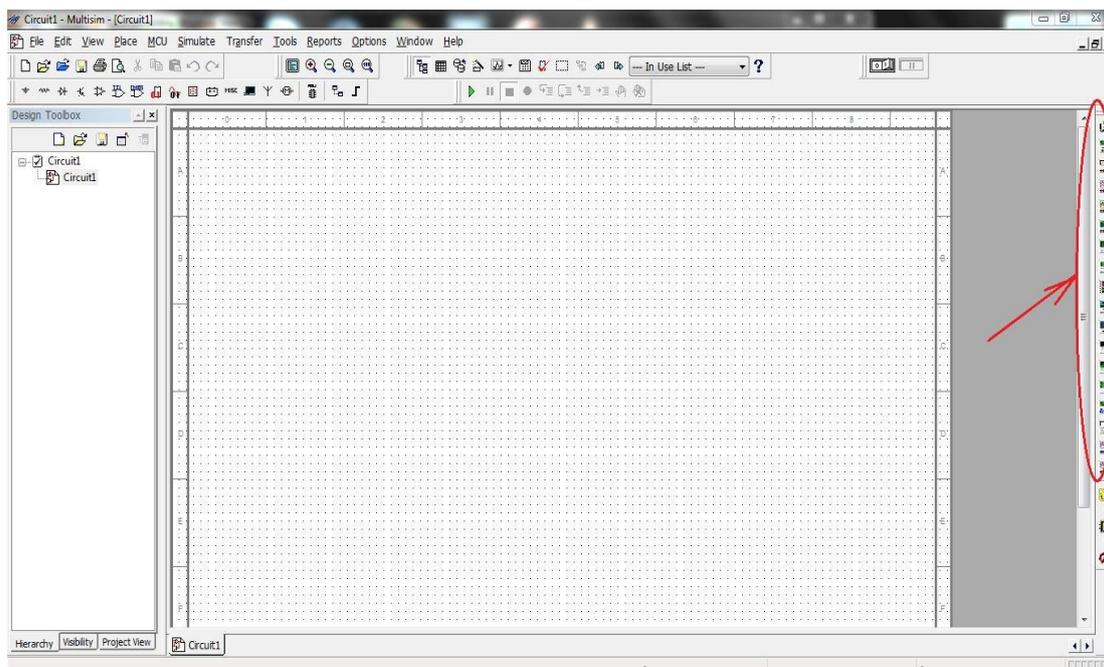
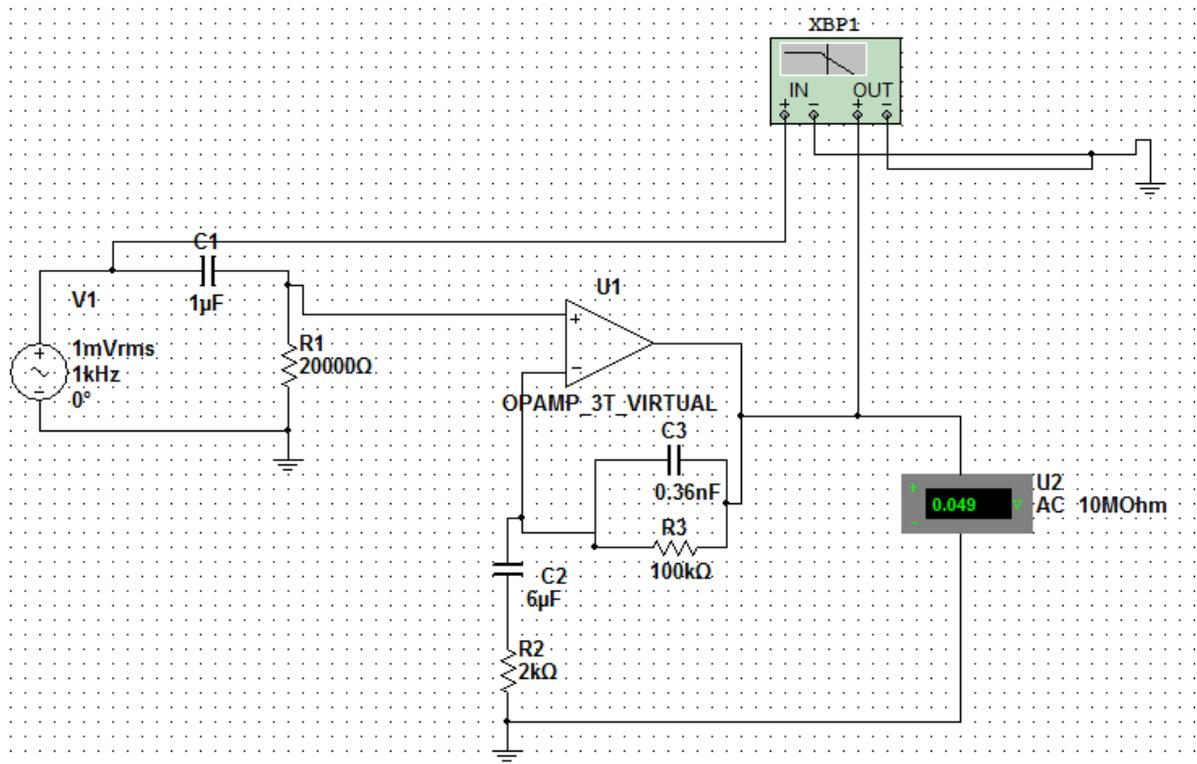

Рис.20. Рабочее окно в среде *Multisim* и панель инструментов
Рис.26. Схема активного фильтра в среде *Multisim*
Запись выражения коэффициента усиления усилителя в канонической форме - сопоставляется формула (14) по следующей методике: на ЛАЧХ 7 участков, следовательно, должно быть 7 сомножителей: первый сомножитель определяется коэффициентом передачи входной цепи ($j\omega T_0$) на частотах от $-\infty$ до f_3 рисунок 20. Участок $f_3 f_0$ определяется формулой $(1 + \omega T_3)$, т.к. наклон ЛАЧХ увеличился на +20 дБ/дек, участок $f_0 f_1$ наклон ЛАЧХ уменьшается на 20 дБ/дек сомножитель формулы
Сборка схемы в среде *Multisim*. На рис. 20 один рабочее окно в среде *Multisim*. Панель инструментов, располагается справа.
Соединяются все размещённые элементы по схеме рис.1.. Схему необходимо заземлить. Для этого на панели инструментов выбирается «Place Source». В списке «Family» открывшегося окна выбирают тип элемента «Power Sources», в списке «Component» - элемент земля «GND». Итоговая схем в поле *Multisim* рис.26.
Для подключения частотного анализатора выбирается на правой инструментальной панели «*Bode Plotter*» рис.20, и размещается на рабочем поле нажатием левой кнопки мыши. Приборы подсоединяются к схеме, как показано на рис.26.